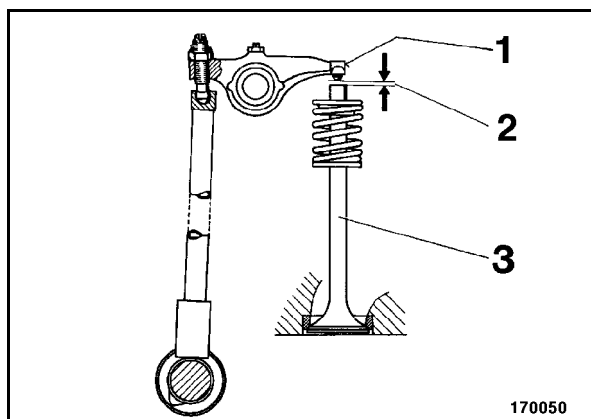

Fig. 128
- Controlar el juego de válvulas 2 (Fig. 128) entre la leva del balancín (1) y válvula (3) con una galga de espesores.